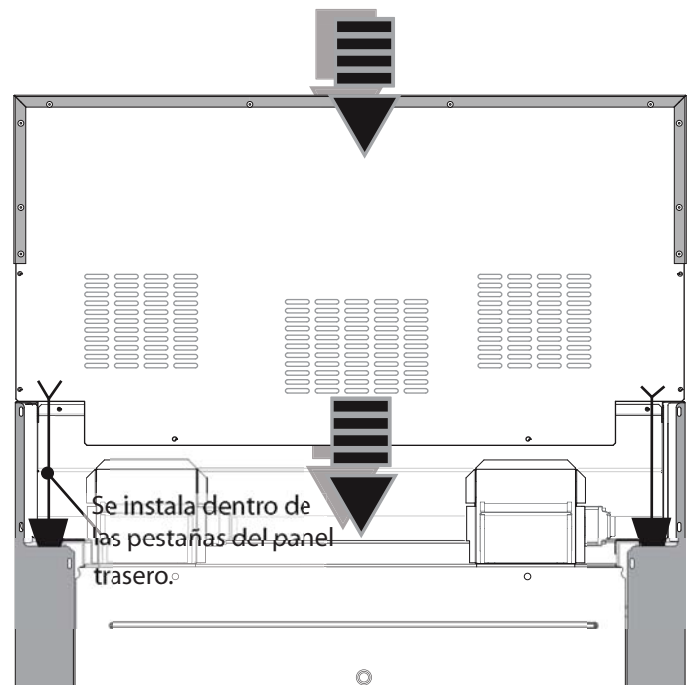

Figura 20: Instalación de la consola trasera baja
3. Alinee el panel trasero del nuevo accesorio con las pestañas de los rincones de izquierda y derecha de los paneles laterales. La consola trasera se inserta en los canales guías situados detrás de la estufa. (Figura 20).